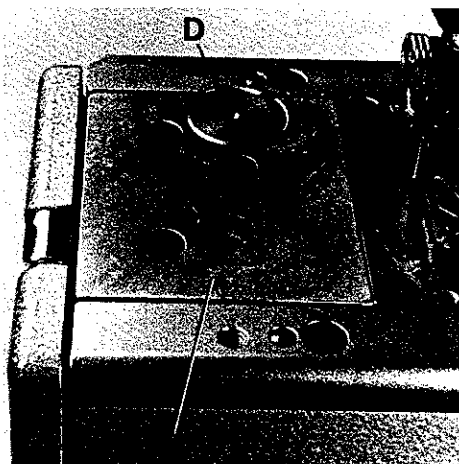
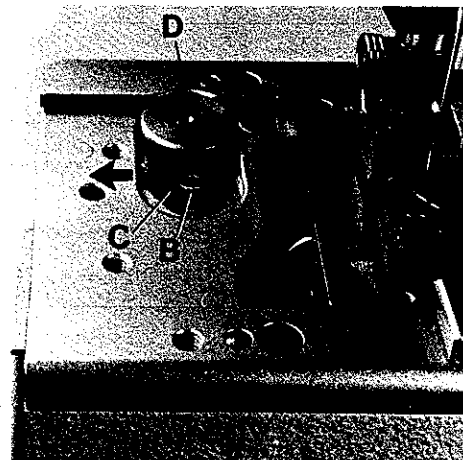
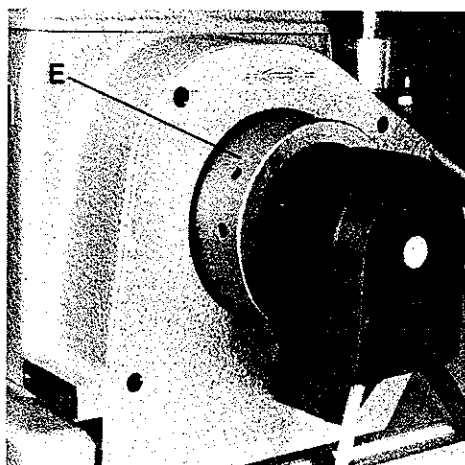

Fig.8
Fig.9
Fig.10
Before the machine leaves the factory, the stitch length change mechanism is locked. After removing cover (A, Fig. 8) and loosening screw (B, Fig. 9) lever (C) can be swung in the direction of the arrow to the left to unlock the stitch length change mechanism. The required hexagon socket wrench is a component of the machine accessories.
The stitch length is changed by slightly pressing stop bolt (D, Figs. 8 and 9) and simultaneously rotating pulley (E, Fig. 10). Within one revolution of the pulley stop bolt (D, Fig. 8) engages and the stitch length change starts. Rotating pulley clockwise shortens the stitch, rotating it counterclockwise increases the stitch.
Vor dem Versand der Maschine wird die Stichlängenverstellung blockiert. Entfernt man den Deckel (A, Fig. 8) und löst die Schraube (B, Fig. 9), kann der Hebel (C) in Pfeilrichtung nach links geschwenkt werden und die Arretierung der Stichlängenverstellung ist aufgehoben. Der benötigte Sechskantschraubendreher ist im Zubehör der Maschine enthalten.
Die Stichtlänge wird durch leichtes Drücken auf den Rastbolzen (D, Fig. 8 und 9) und gleichzeitiges Drehen der Handrad-Riemenscheibe (E, Fig. 10) eingestellt. Nach spätestens einer Umdrehung der Handrad-Riemenscheibe rastet der Rastbolzen (D, Fig. 8) ein und die Stichverstellung beginnt. Drehen der Handrad-Riemenscheibe im Uhrzeigersinn verkleinert den Stich, drehen im Gegenuhrzeigersinn vergrößert ihn. Nach dem Einstellen der gewünschten Stichtlänge kann, wenn notwendig, die Stichlängenverstellung wieder blockiert werden. Montieren Sie den Deckel wieder.